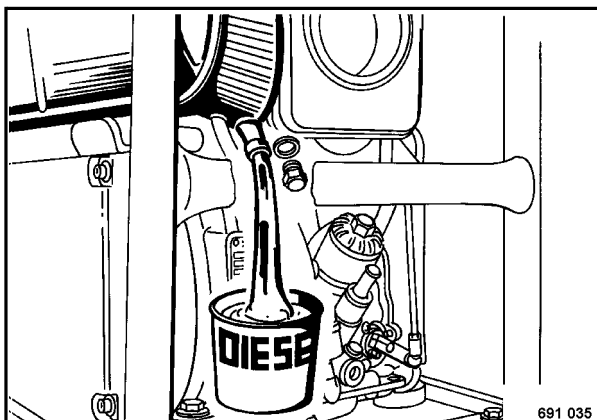

Fig. 6
- Desenroscar el tapón de descarga 1 (Fig. 6) por debajo del depósito de combustible.